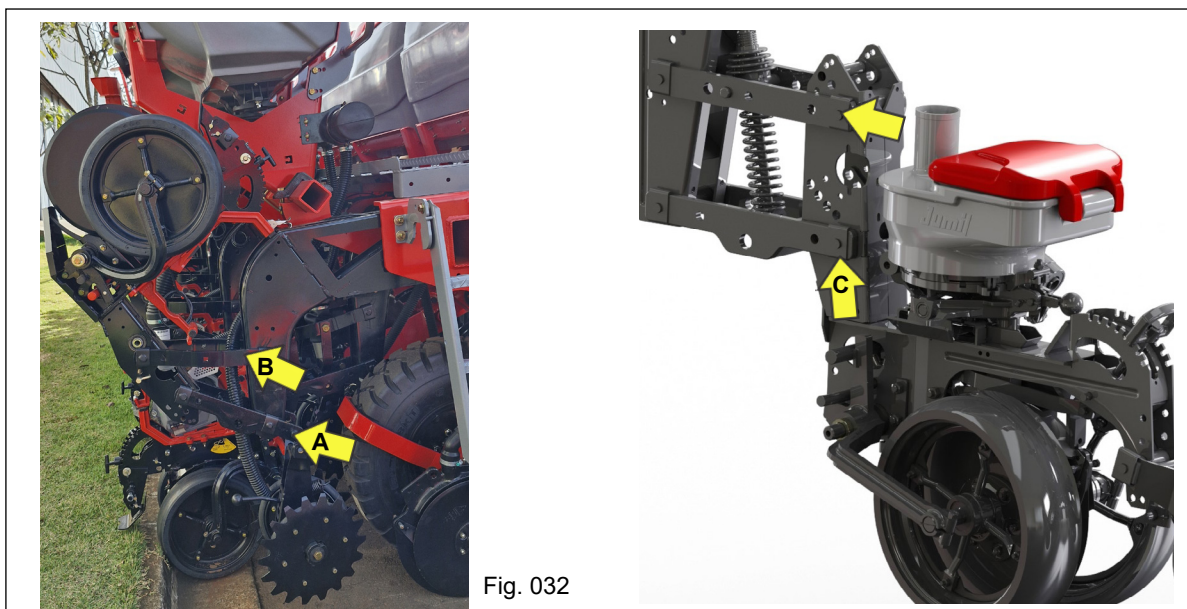

Fig. 032
a) Libere o parafuso que fixa o braço inferior e/ou superior do pantógrafo "A" (Fig. 032) e efetue o giro da linha até posicioná-la ao solo, fixe o parafuso no furo "B" do braço inferior do pantógrafo ao furo "C" do quadro da linha.